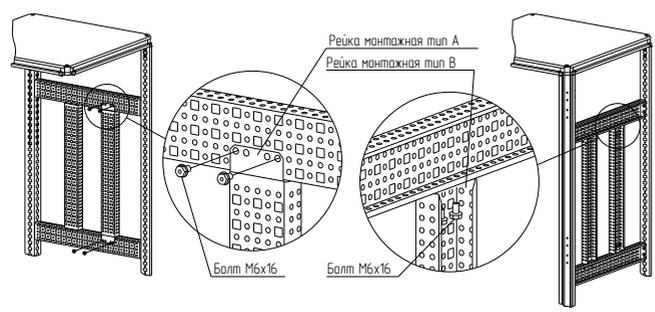

Рисунок 14
4.5.3.2 Закрепить рейку монтажную по вертикали болтами М6×16 (рисунок 14). Момент затяжки – 7 Н·м. Болты приобрести отдельно.